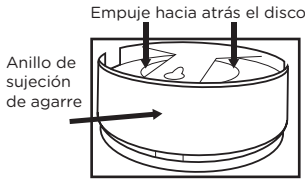

Figura 2
- Para quitar el anillo de reborde, con firmeza, tome el aro y haga presión en la parte posterior del disco, como se muestra en la **Figura 2**.